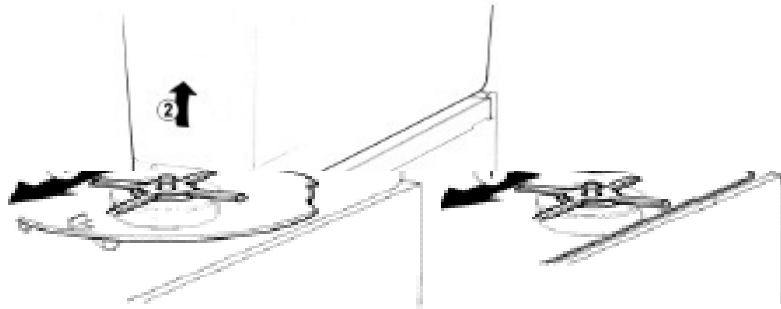

рис. 1
2. Демонтируйте пустой контейнер, для этого приподнимите его со стороны крана и снимите его с прокладки (см. рис. 1).